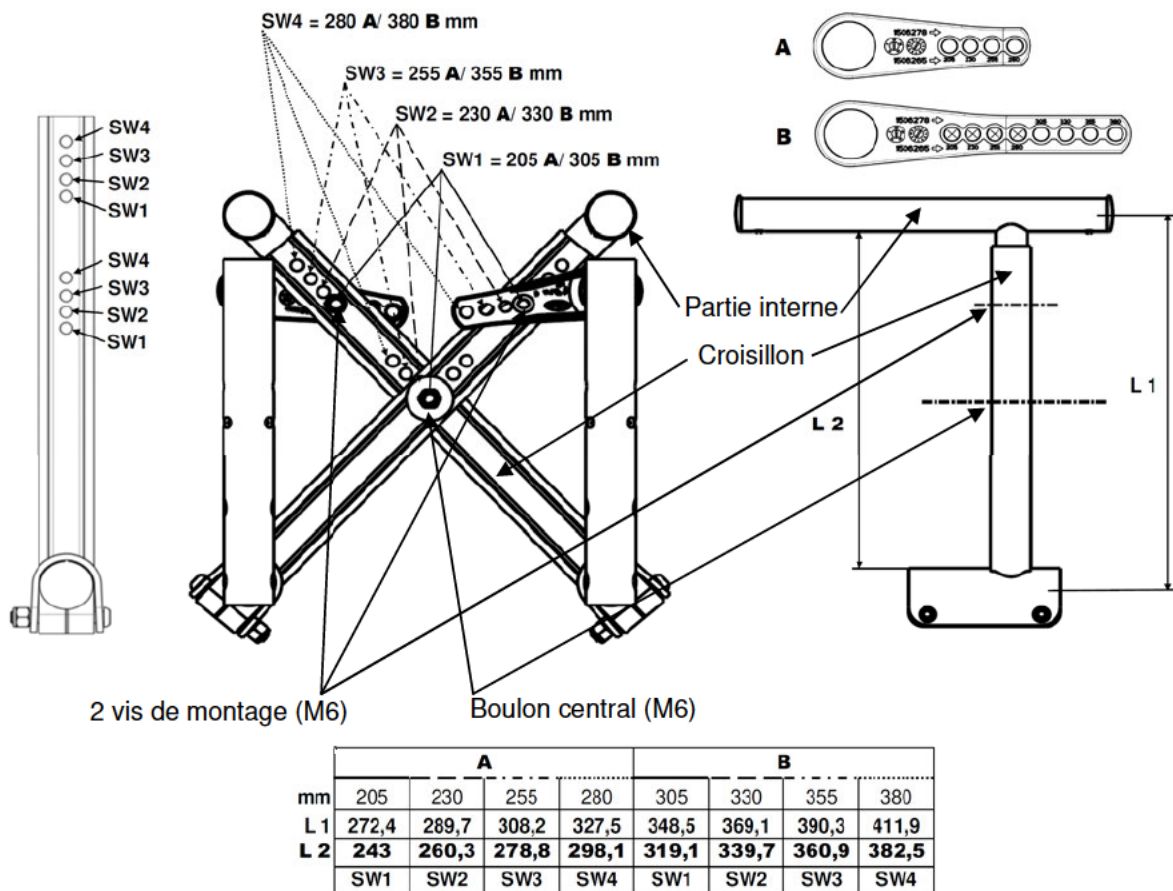

FIGURE 4.2 Réglage de la largeur du croisillon
REMARQUE : pour cette procédure, reportez-vous à la FIGURE 4.2.
3. Faites glisser simultanément, les 2 parties supérieures (croisillon et parties internes) à la largeur désirée en utilisant les trous prédéterminés (SW1, SW2, SW3, SW4) et positionnez le boulon central dans son nouveau logement. (Reportez-vous à la FIGURE 4.2 et au tableau des largeurs, ci-dessous en respectant les valeurs L1 ou L2 en fonction de la largeur choisie).